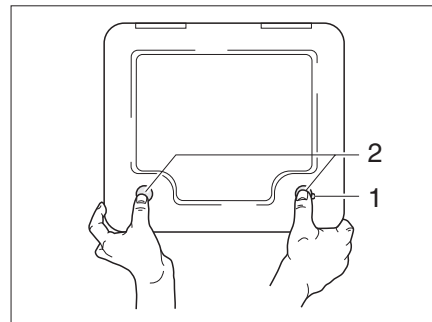

Fig. 105 Trampilla para el inodoro cassette
- ▶ Abrir la trampa para el cassette en el exterior del vehículo. Para esto, introducir la llave en el cilindro de cierre del cierre a presión (Fig. 105,1) y girarla un cuarto de vuelta.
- ▶ Presionar ambos cierres a presión (Fig. 105,2) al mismo tiempo con el pulgar y abrir la trampa para el cassette.